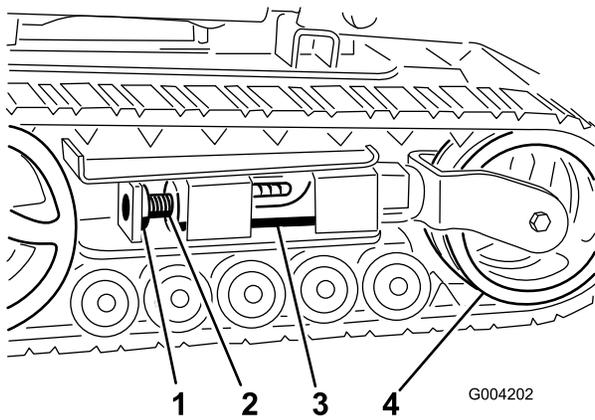
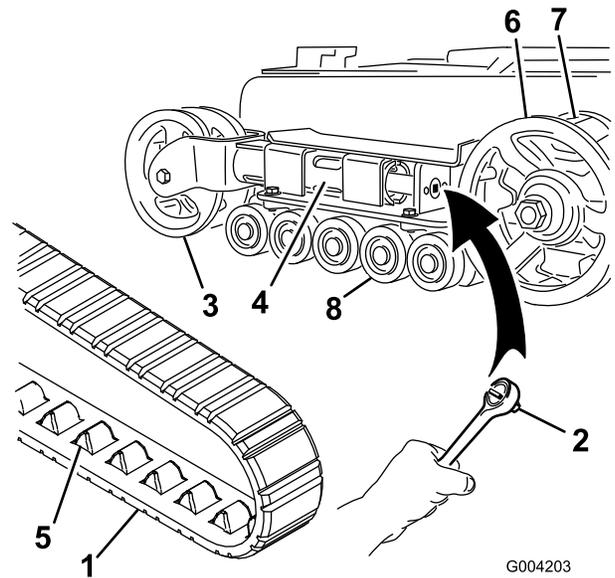
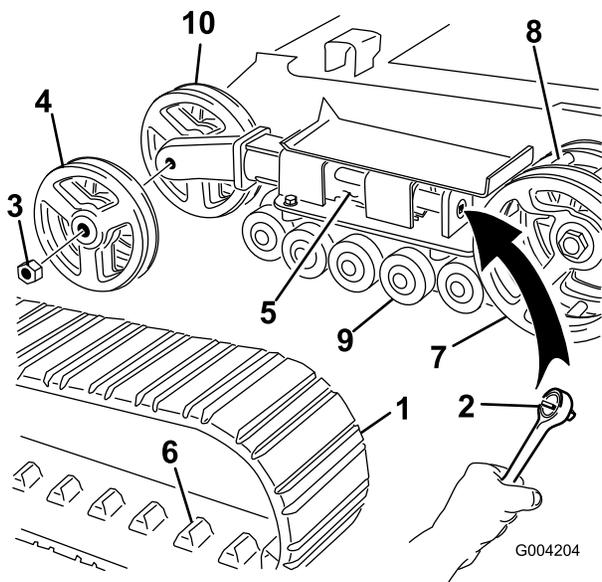

Figura 47
Figura 48
Figura 49
4. Togliete il bullone di bloccaggio e il dado (Figura 47).
6. Allineare l'intaglio più vicino della vite di tensione al foro del bullone di bloccaggio e fissare la vite con il bullone di bloccaggio e il dado (Figura 47).
6. Spingere la ruota di tensione verso il retro dell'unità in modo da spostare il tubo di tensione contro il telaio (Figura 48).
8. Quando il cingolo è staccato dalla ruota di tensione, rimuovetelo dai denti di trasmissione e dalle ruote non motrici (Figura 48).
9. Avvolgete il nuovo cingolo iniziando dalla ruota conduttrice e controllando che i denti del cingolo si alloggino tra i distanziali della ruota stessa (Figura 48).
10. Spingere il cingolo sotto e tra le ruote non motrici (Figura 48).
Nota: Avete cingoli a larghezza ridotta se le ruote di tensione anteriori sono montate all'interno di una forcella all'estremità del tubo di tensione (Figura 48).
4. Togliere il bullone di bloccaggio e il dado (Figura 47).
5. Utilizzando un cricchetto di trasmissione da 1/2", rilasciate la tensione di trasmissione ruotando la vite di tensione in senso orario (Figura 47 e Figura 48).
Nota: Avete cingoli a larghezza ridotta se le ruote di tensione anteriori sono montate sui lati dell'estremità del tubo di tensione (Figura 49).
- Togliere il bullone di bloccaggio e il dado (Figura 47).
- Utilizzando un cricchetto di trasmissione da ½", rilasciate la tensione di trasmissione ruotando la vite di tensione in senso orario (Figura 47 e Figura 49).
- Spingere la ruota di tensione verso il retro dell'unità in modo da spostare il tubo di tensione contro il telaio (Figura 49).
- Togliere il dado di fissaggio della ruota di tensione esterna e rimuovere la ruota (Figura 49).
- Togliere il cingolo (Figura 49).
- Togliere il dado di fissaggio della ruota di tensione interna e rimuovere la ruota (Figura 49).
- Montare la ruota di tensione interna e fissarla con il dado tolto in precedenza (Figura 49).
- Montare il nuovo cingolo, accertandosi che gli attacchi del cingolo si inseriscano tra i denti al centro della ruota conduttrice (Figura 49).
- Montare la ruota di tensione esterna e fissarla con il dado tolto in precedenza (Figura 49).
6. Collocare il tappo ingrassato della ruota non motrice sulla testa del bullone (Figura 48).
7. Fissare il tappo della ruota con l'anello elastico (Figura 48).